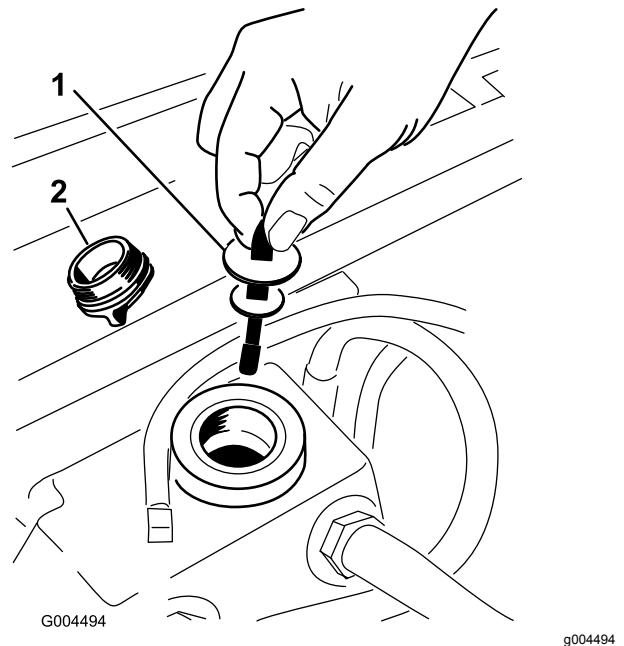

Bild 90
5. Nehmen Sie den Deckel des Hydraulikbehälters vom Einfüllstutzen ab (Bild 90).
6. Nehmen Sie den Peilstab heraus und wischen Sie ihn mit einem sauberen Lappen ab (Bild 90).
7. Stecken Sie den Peilstab in den Einfüllstutzen und ziehen ihn dann heraus, um den Ölstand zu prüfen (Bild 90).